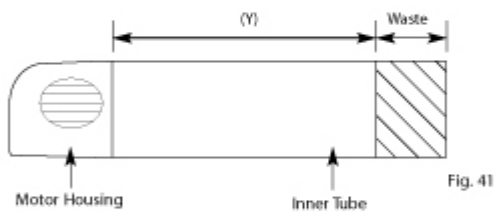

Fig. 41
12. Marquer la dimension « Y » à partir de la fin de l'encastrement du moteur sur le tuyau intérieur, et marquer une ligne autour du tuyau interne. Défaire les 2 fils moteur du tunnel câblage jusqu'à la ligne pour éviter des dommages. Couper avec précaution l'excès du tuyau (fig 41)